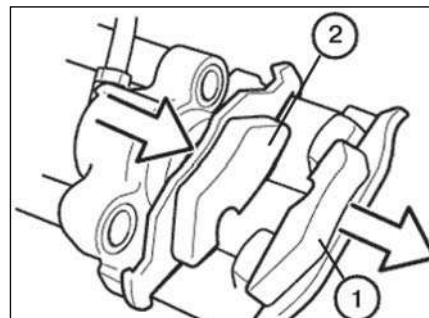

Рис. 13.4. Тормозные колодки
- Используя приспособление «34.1.050», переместить поршень внутрь цилиндра до упора и снять внешнюю тормозную колодку (1, рис. 13.4), после чего снять внутреннюю тормозную